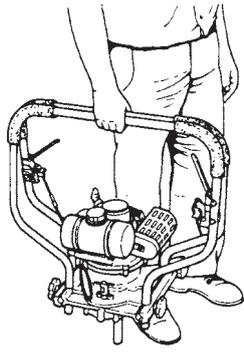

Fig. 13
- 1) Plegando las barras de la manija hacia arriba, puede usarse como manija para transporte. (Fig. 13)